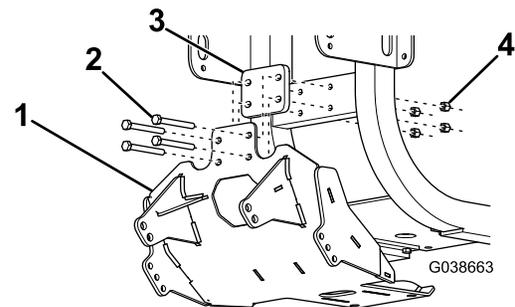

Figure 1
3. Fixez la plaque de protection du chasse-neige et la plaque intermédiaire sur le cadre du véhicule à l'aide de 4 boulons (M10) et de 4 écrous (M10) serrés à la main (Figure 1).